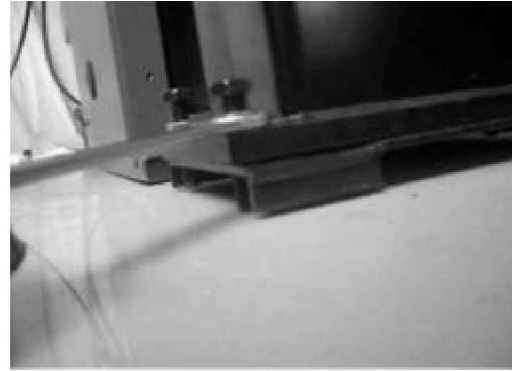

Рис. 39
6.1.10 Открутите гайку под основанием и поворачивайте винт по часовой стрелке, пока он не будет находиться вплотную к основанию (рис. 39), установите боковую панель и инструментальный ящик, снятые ранее.